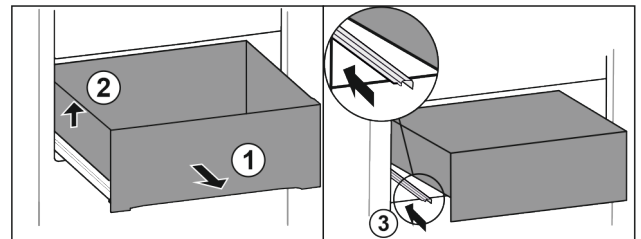

Fig. 88
- ▶ Витягніть висувний ящик до упору. Fig. 88 (1)
- ▶ Підняти висувний ящик ліворуч. Fig. 88 (2)
- ▶ Вставити ліву рейку. Fig. 88 (3)